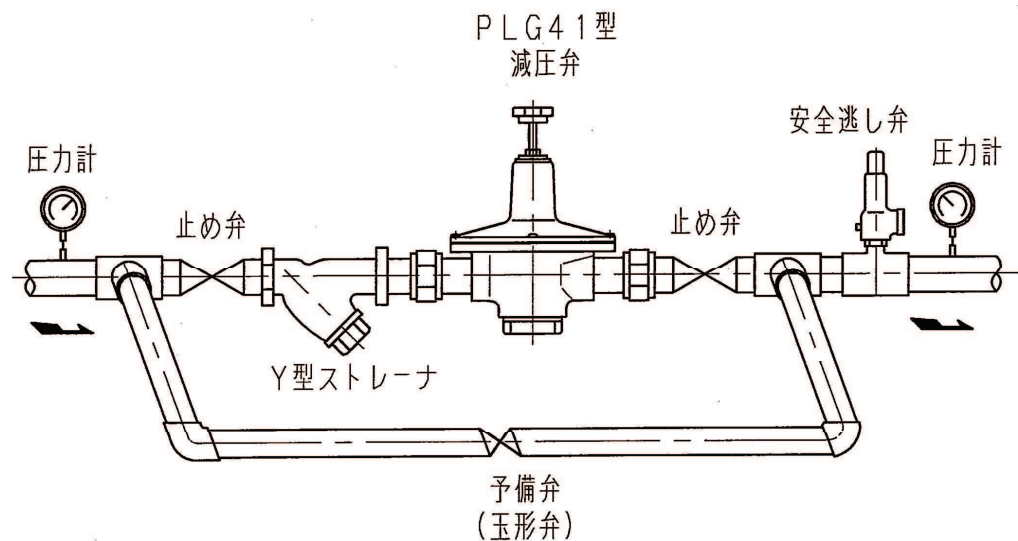

図 2 配管例図
- 2.5 配管例図（図 2）の示すようにY型ストレーナ、逃し弁又は背圧弁及び予備弁（玉形弁）を備え、更に前後弁（仕切弁）と圧力計を取り付けるよう御計画ください。